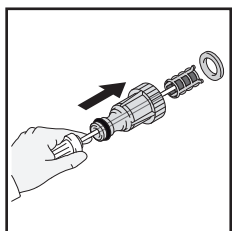

Fig. 17
- L'écran dans l'adaptateur clair devrait être régulièrement nettoyé. Insérer un stylo ou un crayon dans le petit trou à la fin de l'adaptateur. Le filtre d'écran glissera hors (la fig. 17). Le rincer avec l'eau propre, et alors le placer de retour dans l'adaptateur.